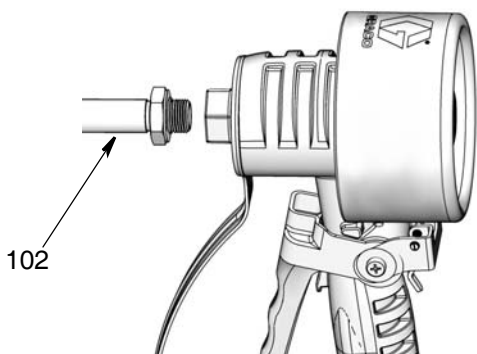

FIG. 5
- Vissez la rallonge (102) jusqu'au fond dans le boîtier du compteur, voir FIG. 5.